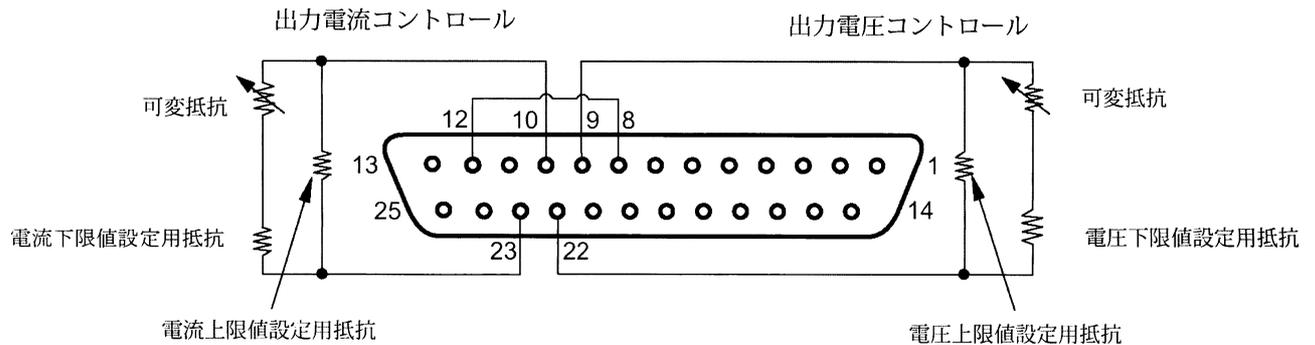

図 6-2: リモート抵抗コントロール
6. 図 6-2 に示すようにコントロール抵抗を J1 のプラグ側に接続して下さい。出力電圧・電流設定コントロールのグラウンドはそれぞれ J1-22(VPGM_RTN)、J1-23 (IPGM_RTN)です。(詳細は 4.5.1 項の図 4-4、表 4-4 参照)